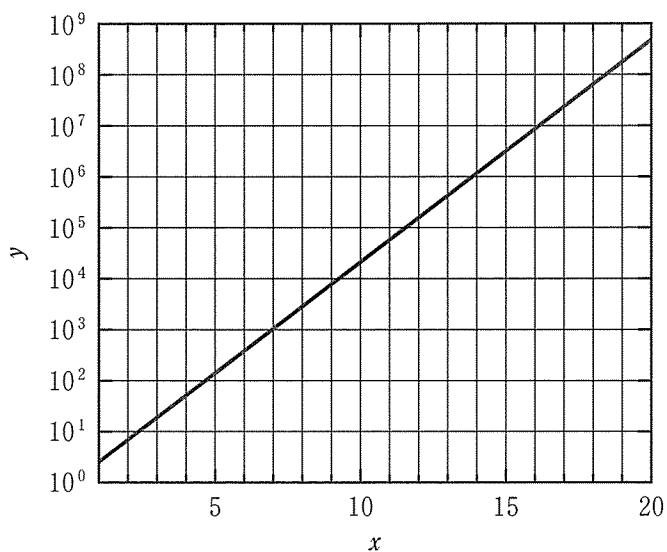

図 2 $y = e^x$ のグラフ
問 7 図 2 は $y = e^x$ のグラフを示したものである。気体定数 R を $8.3 \text{ J}/(\text{mol}\cdot\text{K})$ とする。500 K (227 °C) において活性化エネルギーが 99600 J/mol から触媒の利用によって 49800 J/mol に半減した場合、式①より反応速度定数 k の値は何倍になるか計算し、図 2 を参考にして最も近い値を以下の(A)~(E)から選んで記号を記せ。なお解答に至る導出過程も記すこと。